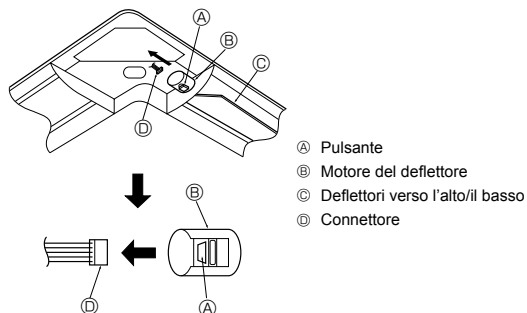

Fig. 5-11
5.7. Bloccaggio della direzione del flusso dell'aria verso l'alto/il basso (Fig. 5-11)